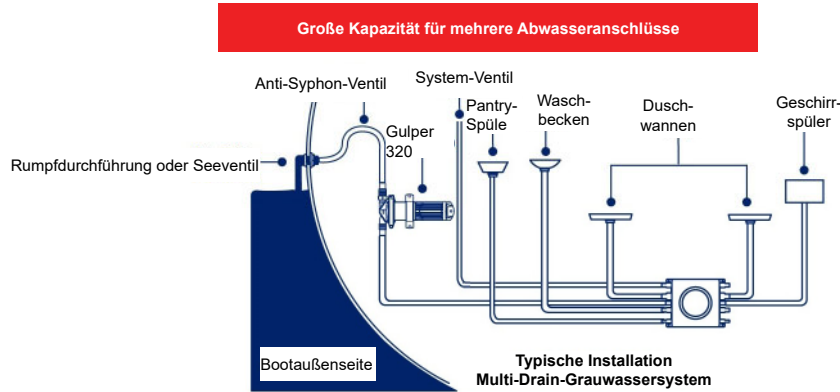
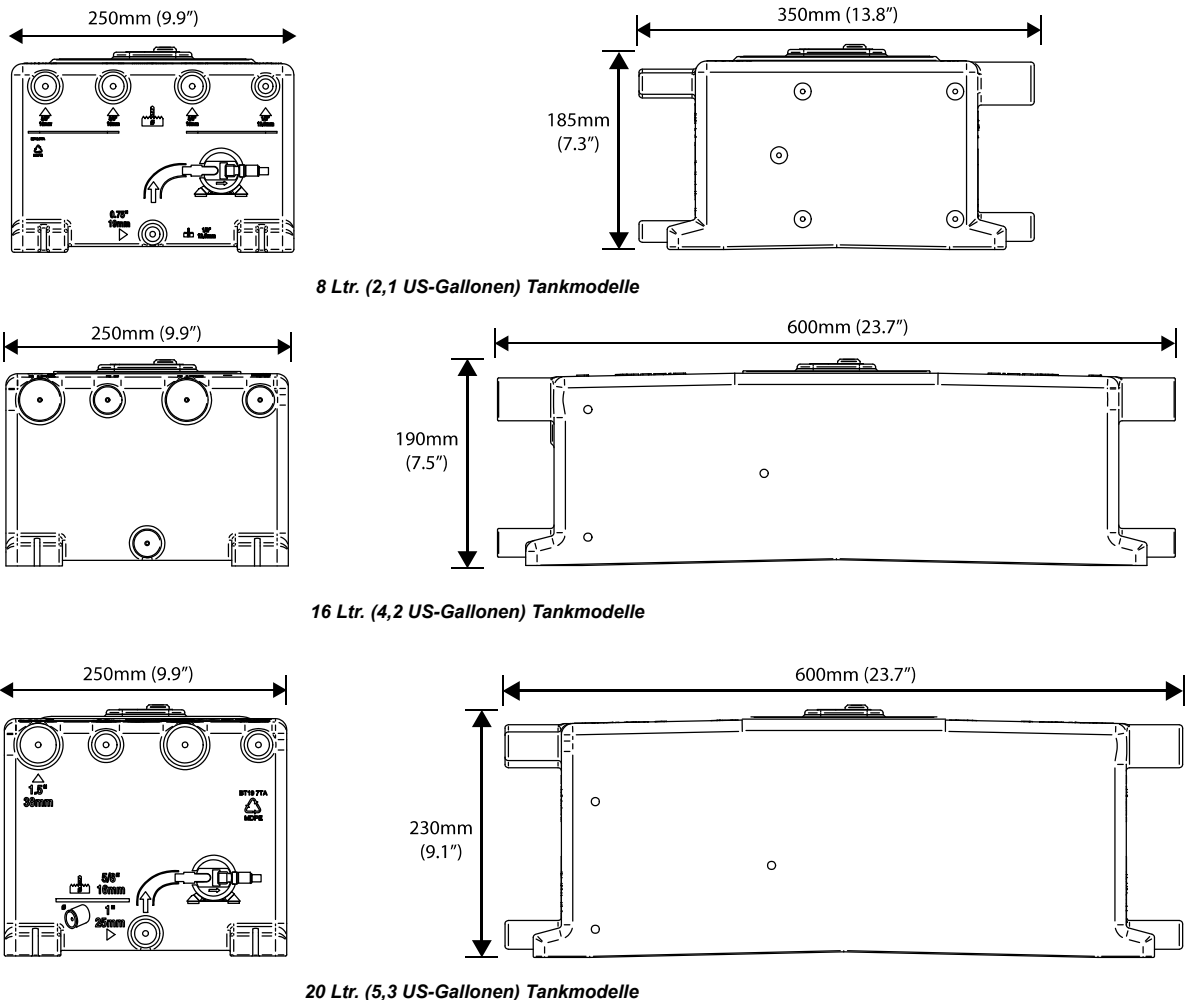

Abbildung 1 Typische Grauwassertank-Installation in einem Multi-Drain-Grauwassersystem
Abbildung 2 Grauwassertank-Abmessungen
- Alle Leitungen **müssen** mit korrekt installiertem Anti-Syphon-Ventil/Schleife versehen sein. (Abbildung 1)
- Das abgepumpte Wasser **muss** durch eine Rumpfdurchführung oder ein Seeventil **über der Wasserlinie** ausgeleitet werden (Abbildung 1).
Der Grauwassertank ist zur Verwendung mit Grauwasser in Sport bzw.- Freizeitbooten ausgelegt. Die typische Installation ist in Abbildung 1 dargestellt. Die Tankabmessungen finden Sie in Abbildung 2.